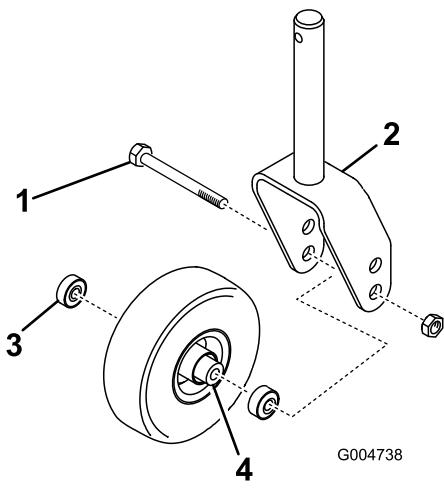

Figura 28
- Retire la contratuerca del perno que sujetla el conjunto de la rueda giratoria en la horquilla (Figura 28). Sujete la rueda giratoria y retire el perno de la horquilla o del brazo de pivot.
2. Retire el cojinete de la rueda y deje que se caiga el suplemento del cojinete (Figura 28). Retire el cojinete del otro lado de la rueda.